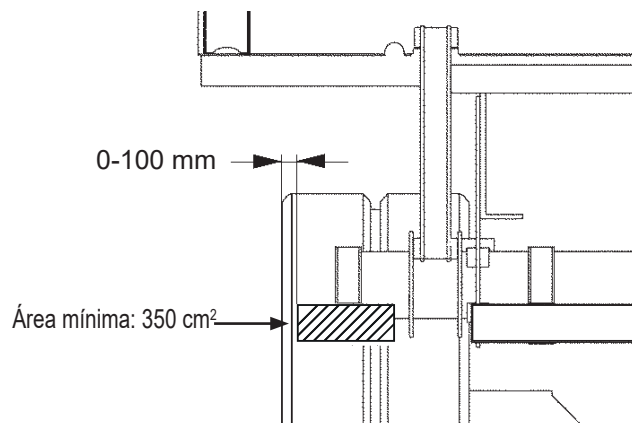

Figura 33. Medidas reglamentarias
- Distancia horizontal desde el borde exterior del travesaño hasta la parte exterior de la rueda: Máx. 100 mm. Véase Figura 33.